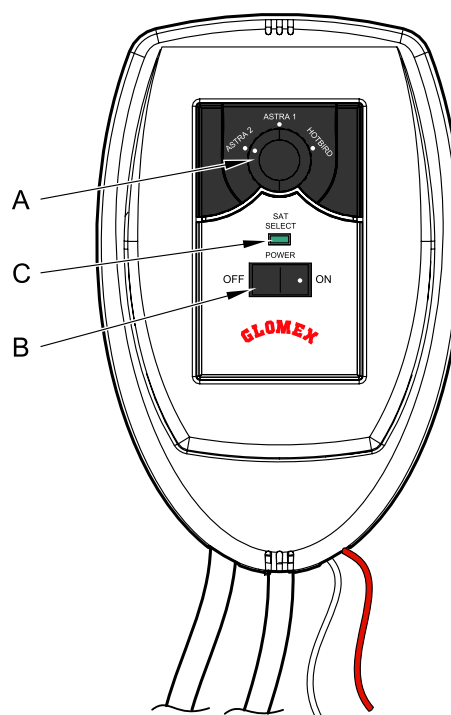

Fig. 25
5. Allumer l'unité de contrôle (porter la touche B, **Fig. 25**, sur ON).